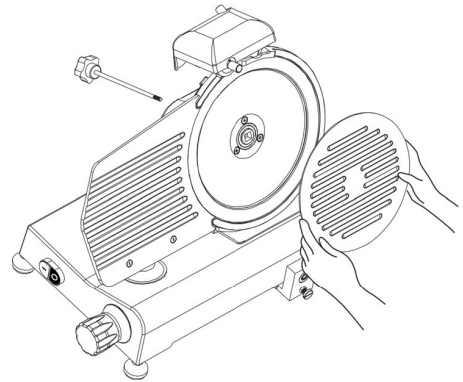

Abb. 4 – Abnehmen der Abdeckung des Messers
- Entfernen Sie die Messerschutzabdeckung, indem Sie den Stift auf der Rückseite des Geräts herausdrehen. (Siehe Abb. 4).